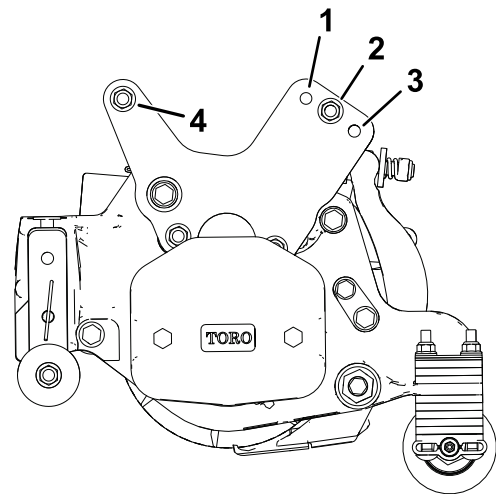

Figura 20
Nota: Para alcançar um corte **menos** agressivo, monte as ligações da unidade de corte na posição número 1 ou monte as ligações na posição número 3 para um corte **mais** agressivo (Figura 20).
3. Consulte a Figura 20 para consultar as configurações da agressividade do corte.